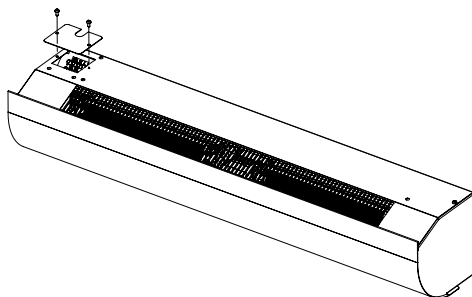

Рисунок 2.
7.3.2 Для подключения к сети необходимо снять крышку с монтажного люка (рисунок 2), завести кабели и подключить к клеммной колодке согласно электрической схеме завесы (рисунок 9, 10).